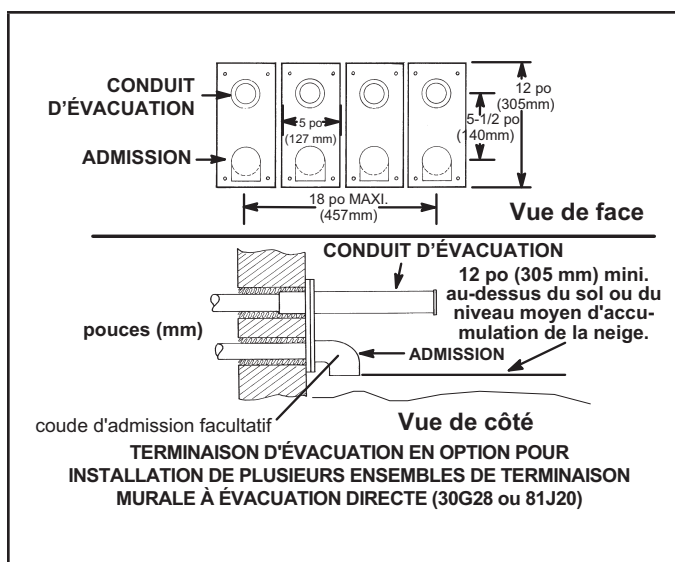

FIGURE 33
- 8 - Selon les recommandations du fabricant, une installation composée de plusieurs générateurs peut être reliée à un groupe de quatre terminaisons ou moins assemblées à l'horizontale, comme illustré à la FIGURE 33.